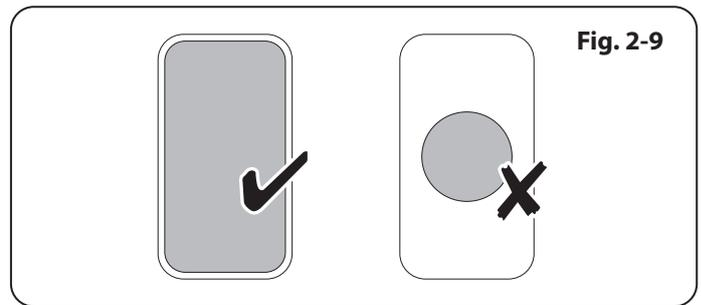

Fig. 2-9
**Remarque:** La plaque de cuisson doit être constituée d'un fond plat, facile à induction, suffisamment large pour couvrir les zones A et B de la zone de chauffage de la plaque chauffante (**Fig. 2-9**).